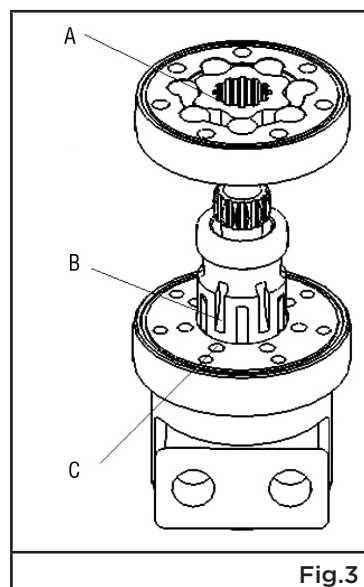

Fig.3
1. Marquez l'extrémité arrière de l'arbre afin d'identifier l'emplacement d'une fente de commutation (voir le point B à la fig. 3). Il sera important de connaître l'emplacement de cette fente plus tard afin de pouvoir régler la rotation de l'arbre.
10. Alignez la marque de la fente de commutation (B) avec l'orifice C du carter (voir la fig. 3).